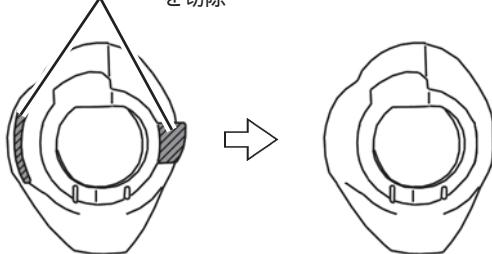

図 4-2
- 2 . 純正ロアマウンティングラバーの突起部2ヶ所を切除してください。（図4-2）